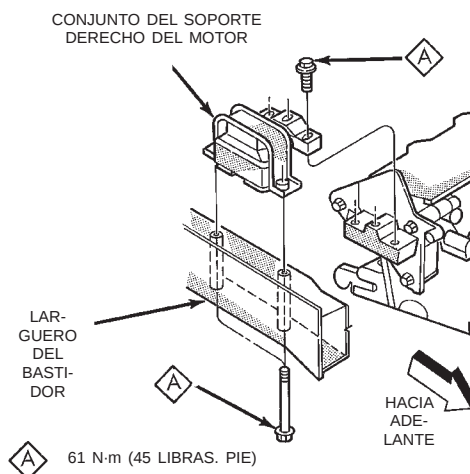

Fig. 15 Soporte del motor—Derecho
(8) Para realizar la instalación, invierta el procedimiento de desmontaje. Consulte las especificaciones de torsión de los pernos en la (Fig. 15).